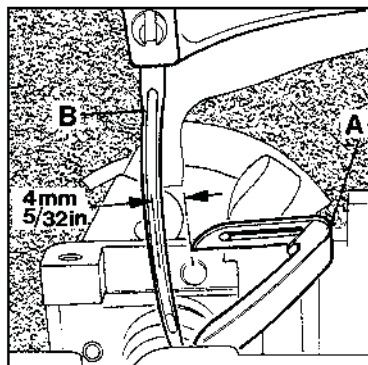

Fig.6
Set the looper (A, Fig. 6) so that the distance from the center of the needle (B) to the point of the looper is not less than 4 mm (5/32") when the looper is at its farthest end position from the needle. Looper gauge No. 21225-4/4.4 can be used advantageously in making this setting.
Stellen Sie den Greifer (A, Fig. 6) so, daß der Abstand von Nadelmitte (B) bis zur Greiferspitze nicht weniger als 4 mm beträgt, wenn der Greifer in der von der Nadel entferntesten Einstellung ist. Die Greifereinstelllehre Nr. 21225-4/4.4 erleichtert diese Einstellung.